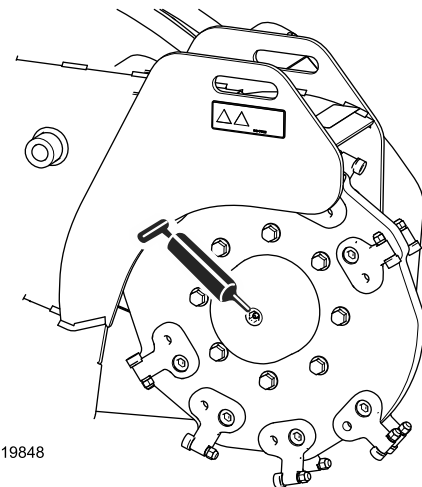
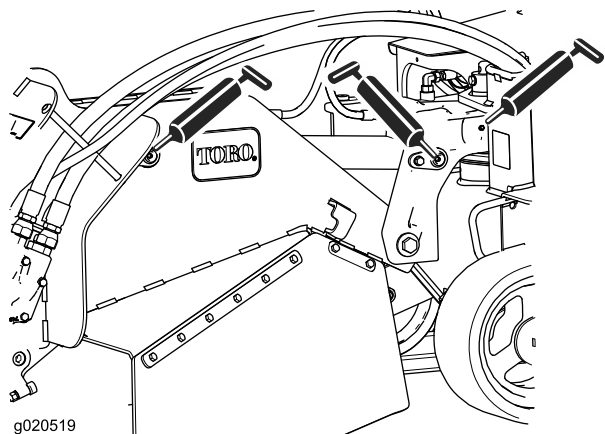

Figura 27
Figura 29
4. Collegate un ingrassatore a pressione a ciascun raccordo (da Figura 27 a Figura 29).